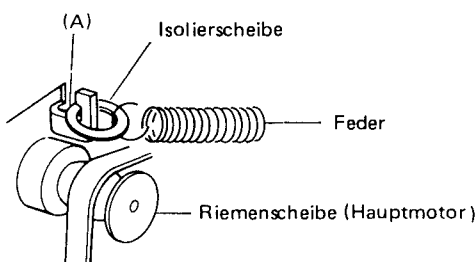

Abb. 6
- Um die hintere Montageplatte (erforderlich zum Auswechseln des Hauptmotors usw.) abzunehmen, die Feder mit der schwarzen Isolierscheibe (A) gemäß Abb. 6 entfernen.
Vorsicht: Bei der Montage muß die Isolierscheibe wiederum gemäß Abb. 6 eingebaut werden. Das Motorgehäuse ist vom Chassis isoliert, d. h. der Motor läuft nur dann richtig, wenn diese Scheibe eingebaut ist.